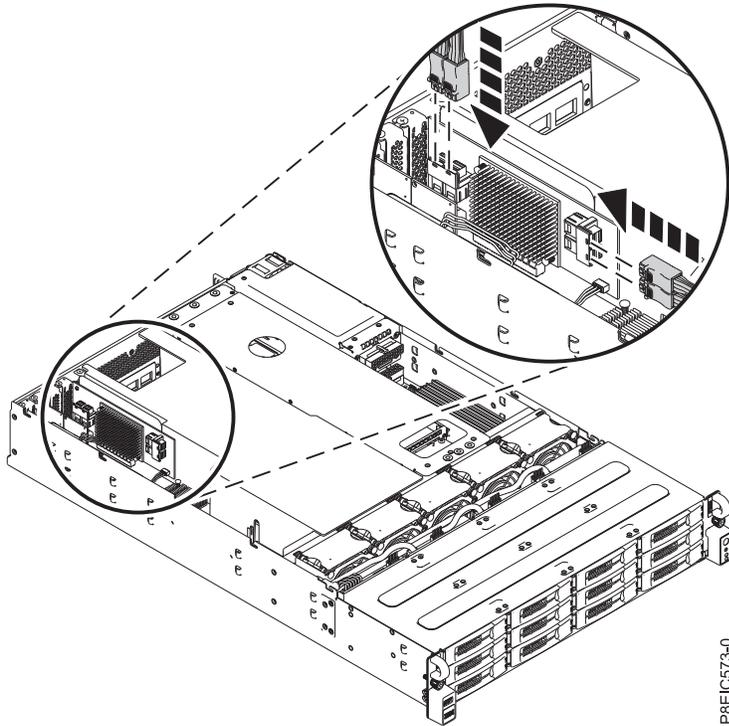
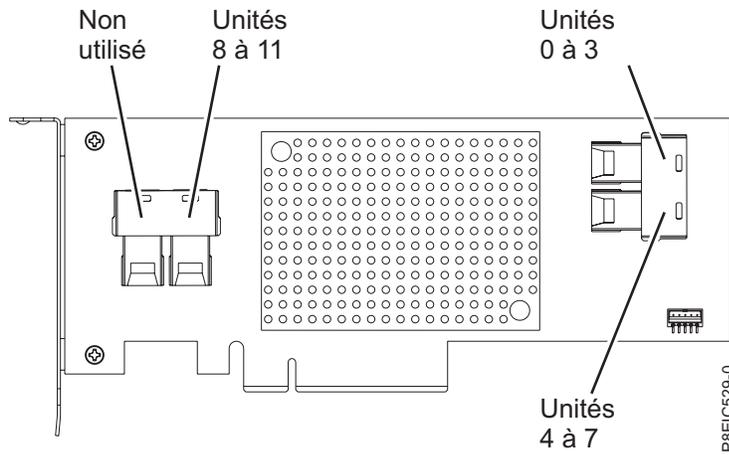
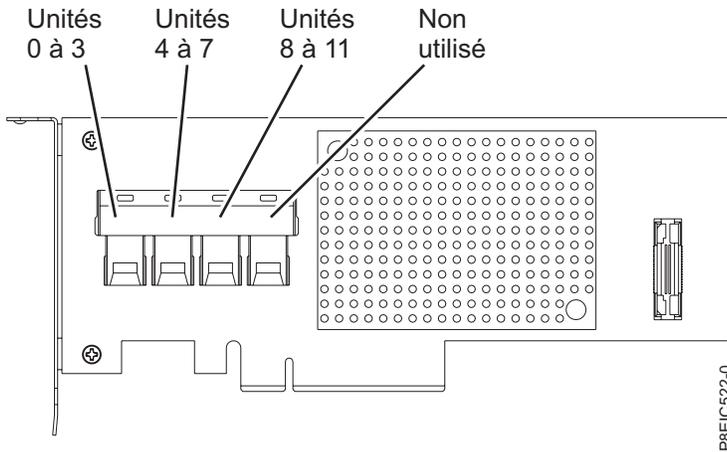

Figure 34. Connexion des cordons d'interface d'unité
Figure 35. Détails du connecteur de cordon d'unité EC3S
Figure 36. Détails du connecteur de cordon d'unité EC3Y
10. A l'aide des étiquettes, connectez les trois cordons d'interface d'unité à leurs connecteurs correspondants sur la carte PCIe d'unité, comme illustré dans la figure 34, à la page 31, la figure 35, à la page 31 et la figure 36, à la page 32. Assurez-vous que la patte de retenue du cordon s'enclenche sur le connecteur.